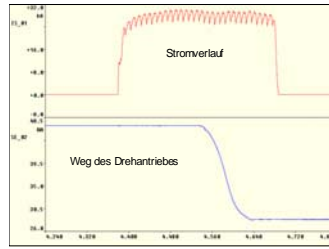

Bild 3: Beispiel für die zeitliche Zuordnung von Strom und Drehbewegung
- Die serienmäßige Schweißmaschinensteuerung gibt auch das Startsignal für die Drehbewegung. Damit sind sowohl Drehwinkel als auch Zeitpunkt der Drehbewegung unabhängig von den Widerstands-Schweißparametern einstellbar (Bild 3).